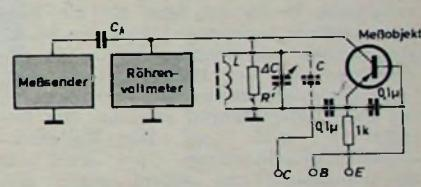

Bild 3. y_{oe} -Meßschaltung
Nach dem gleichen Verfahren läßt sich auch die Messung des Ausgangsleitwertes $y_{oe} = g_{oe} + j \omega c_{oe}$ bei Kurzschluß durchführen (Bild 3). Die Schaltung unterscheidet sich von der im Bild 2 nur durch die Anschaltung des zu messenden HF-Transistors. Die Formel Gl. (1) für den Eingangsleitwert g_{ie} gilt sinngemäß auch für den Ausgangsleitwert g_{oe} . In der Meß